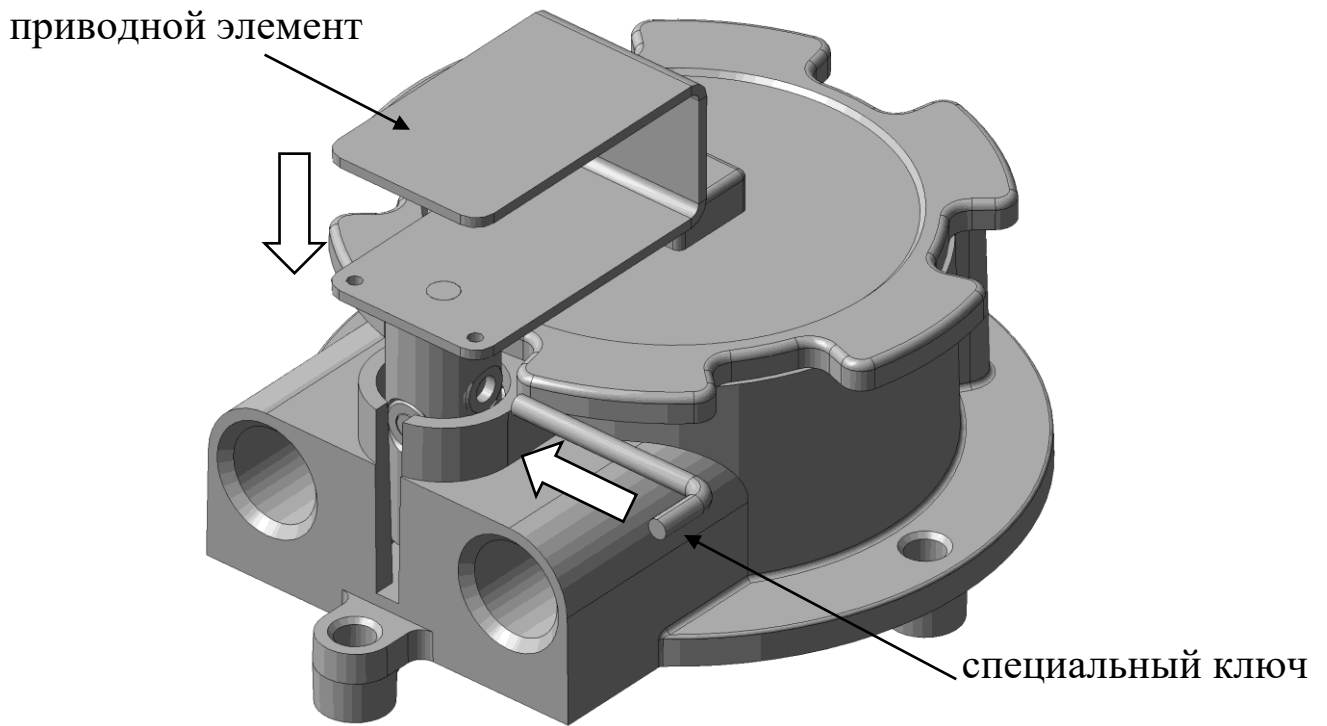

Рис. 2
1. В отверстие справа приводного элемента вставить специальный ключ и повернуть по часовой стрелке на  $90^\circ$ , рис.2;
2. Вставить приводной элемент до упора, рис.2 и вытащить специальный ключ.